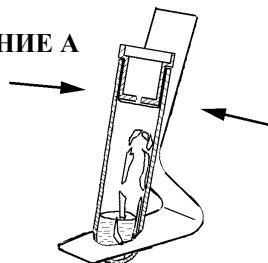

Рисунок 1
6.1.1 Непосредственно перед использованием (не более за один час до начала стерилизации) необходимо раздавить стеклянную ампулу, находящуюся внутри полимерной пробирки с помощью специального устройства для вскрытия ампул (смотри рисунок 1 Приложение А).
6.1.6 Далее проводят цикл стерилизации. По окончании стерилизации (но не позднее 72 часов после окончания контролируемого цикла стерилизации) необходимо раздавить стеклянную ампулу, находящуюся внутри полимерной пробирки с помощью специального устройства для вскрытия ампул (смотри рисунок 1 Приложение А).
**\*ВНИМАНИЕ!** Непосредственно после извлечения из оборудования для стерилизации (дезинфекции) индикаторы могут изменить свой первоначальный цвет. После их остывания происходит возврат цвета, который может незначительно отличаться от исходного. Для предотвращения возможных ошибок желательно сравнить изменение цвета индикаторов в процессе термостатирования с цветом контрольного индикатора. Для получения контрольного индикатора необходимо раздавить стеклянную ампулу с питательной средой, находящуюся внутри полипропиленовой пробирки с помощью устройства для вскрытия ампул (смотри рисунок 1 Приложение А), не стерилизуя, поставить в термостат.